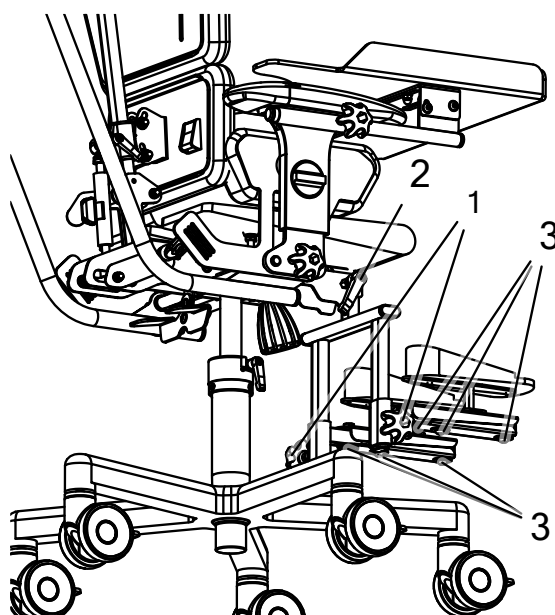

Fig. 8
Per regolare l'altezza del poggiapiedi allentare la manopola (1), spostare il poggiapiedi all'altezza desiderata, quindi serrare la manopola (1). Per impostare l'angolo corretto del poggiapiedi, allentare la manopola (2), impostare l'angolo desiderato, quindi serrare la manopola (2) Fig. 8.
Per regolare l'altezza corretta della pedana allentare entrambe le manopole (1), far scorrere le pedane all'altezza desiderata e stringere le manopole (1). Esse funzionano in modo indipendente l'una dall'altra, consentendo di regolare l'altezza della pedana in modo asimmetrico. Per impostare l'angolo corretto della pedana allentare la manopola dell'angolo (2), impostare l'angolo desiderato e serrare la manopola Fig. 8.